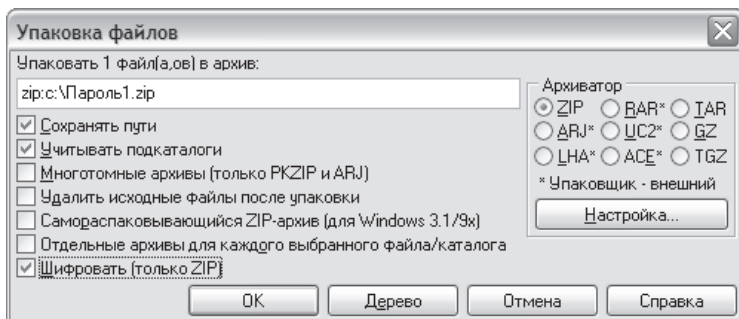

Рис. 11.2
1.3. Добавьте созданный файл в архив (например, в файловом менеджере Total Commander – это команда Alt+F5) и установите флажок «Шифровать (только ZIP)» (рис. 11.2).